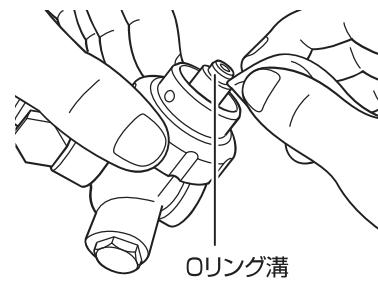

図 67 Oリング溝の清掃
- 2.** 消毒用アルコールをしみこませた布等でOリング溝を清掃する。（図 67 参照）